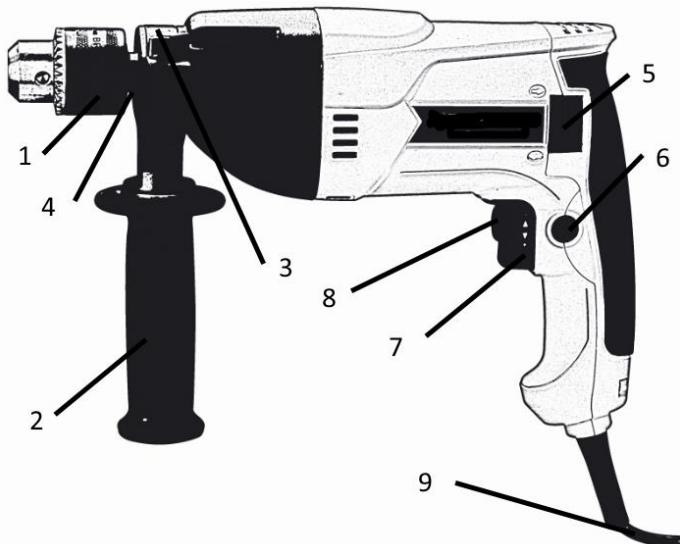

Рисунок 1
4.2 Виберіть необхідний режим роботи виробу за допомогою перемикачів (8) та (5) (див. рисунок 1). Перемикання напрямку обертання здійснюється переведенням перемикача (5) (див. рис.1) з одного крайнього положення в інше.
**УВАГА!** Перед увімкненням виробу переконайтесь, що перемикачі режимів знаходиться в обраному Вами положенні. Перемикач (5) не повинен знаходитися в проміжному положенні між двома позиціями.